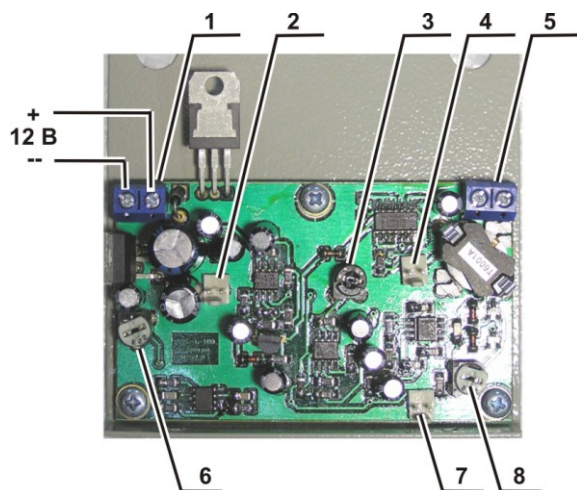
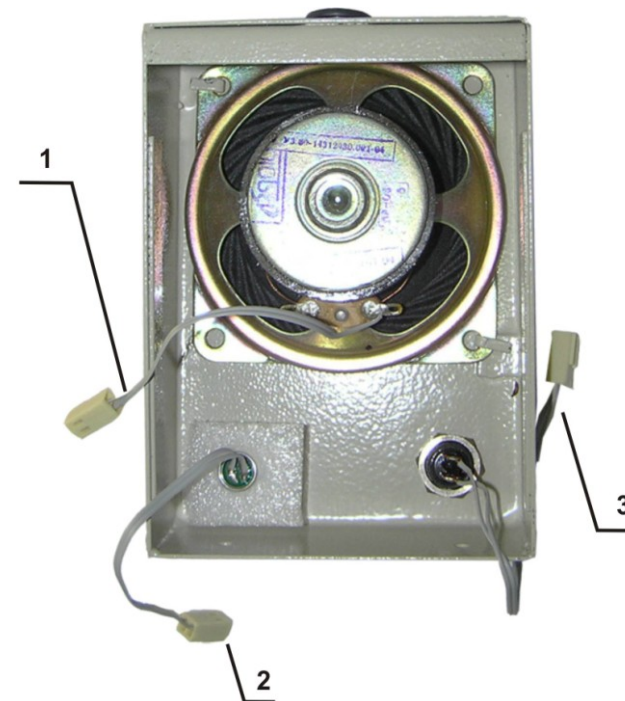

Рис.4 – Расположение коммутационных и регулировочных элементов на плате ПГС.
Рис.5 – Назначение разъемов на верхней крышке ПГС-1-100.
Регулировочные элементы ПГС-1, расположенные на печатной плате внутри корпуса. Расположение и назначение см. Рис.4.:
- 2 – Разъем для подключения динамика (см.рис.5, п.1).;
- 4 – Разъем для подключения кнопки «Передача» (см.рис.5, п.3).;
- 7 – Разъем для подключения микрофона (см.рис.5, п.2).;
Примечание. Подключение питания выполнять согласно полярности, указанной на Рис.4 поз.1, однако в случае ошибки не
В процессе монтажа ПГС-1 может возникнуть необходимость полностью разъединить верхнюю и нижнюю части корпуса. Обратная сборка должна производиться согласно Рис.4 и Рис.5.
ПГС-1-100 поставляется полностью настроенным, но при необходимости может производиться регулировка основных параметров устройства: Уровень передачи, уровень срабатывания шумоподавителя приемного тракта и уровень громкости принятого сигнала (см. Рис.4).